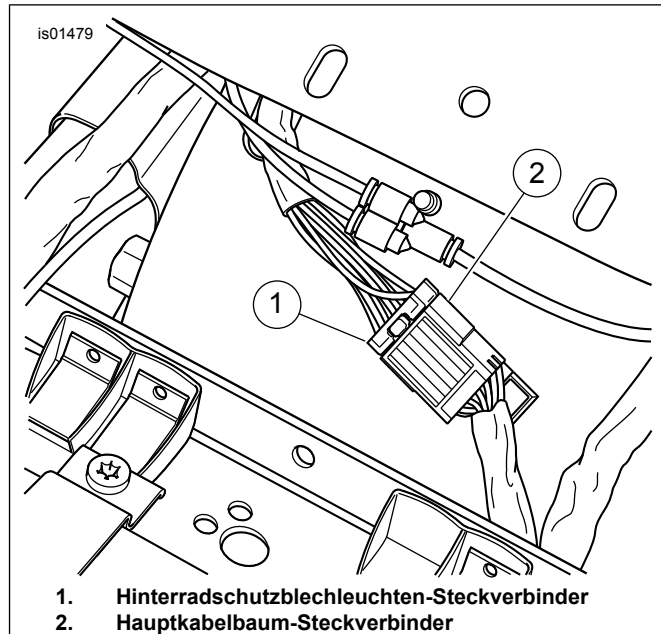

Abbildung 1. Typischer Hinterradschutzblechbeleuchtung-Steckverbinder (FLHTC abgebildet)
1. Siehe Abbildung 1. Den hinteren Kabelbaum ausfindig machen, der im Bereich unter dem Sitz aus dem Hinterradschutzblech herausgeführt wird. Den Steckverbinder der Hinterradschutzblech-Verkabelung (1) vom Hauptkabelbaum-Steckverbinder (2) trennen.